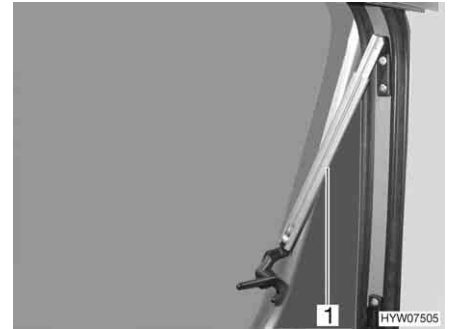

Bild 57 Ausstellfenster mit Automatik-Ausstellern, geöffnet
- Ausstellfenster bis zur gewünschten Raststellung öffnen. Der Automatik-Aussteller (Bild 57,1) rastet selbstständig ein.